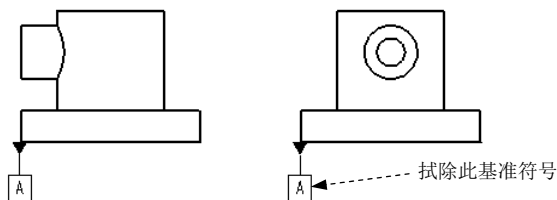

图 5.4.4 基准显示
(3) 在 **显示** 区域中按下 **A** 按钮，此时在视图中显示基准，如图 5.4.4 所示。
(4) 在 **放置** 区域中选中 **在基准上** 单选项，最后单击 **确定(O)** 按钮。
Step5. 视情况将其他视图中不需要的基准符号拭除，如拭除图 5.4.4 中所示的符号。